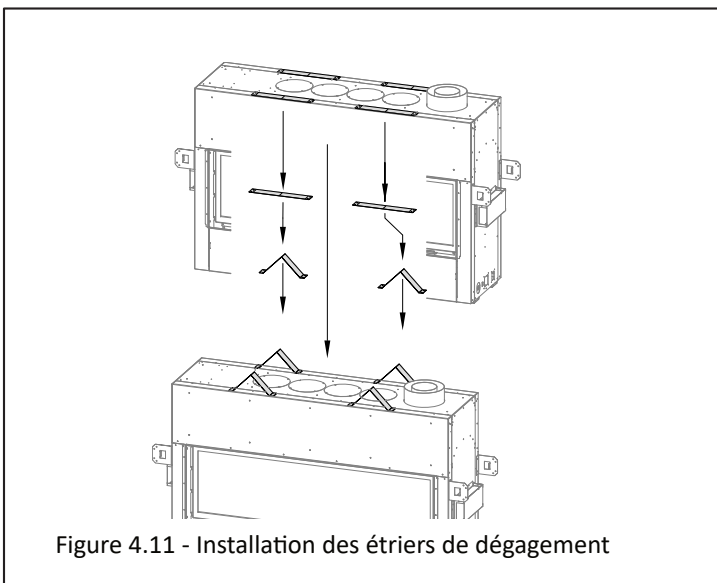

Figure 4.11 - Installation des étriers de dégagement
3. Installez les étriers de dégagement supérieur sur le dessus du foyer, tel que montré à la Figure 4.11.